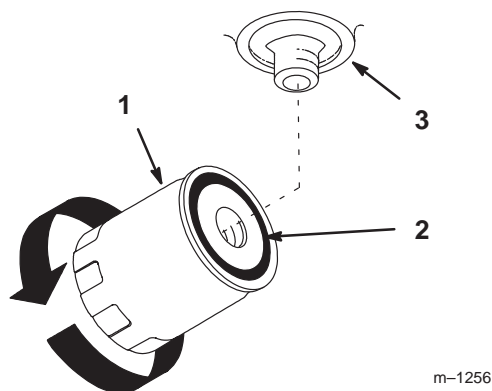

Figure 48
4. Appliquez une fine couche de liquide hydraulique sur le joint en caoutchouc du filtre de rechange (Fig. 48).
7. Quand le liquide déborde, tournez le filtre dans le sens horaire jusqu'à ce que le joint en caoutchouc rejoigne l'adaptateur, puis donnez un demi-tour supplémentaire (Fig. 48).